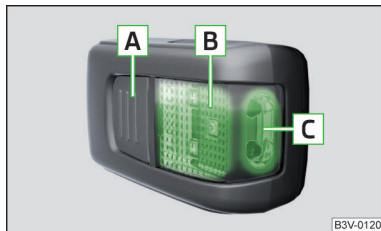

Fig. 116
Descrierea lămpii » fig. 116
- Pentru **aprinderea** lămpii scoase, apăsați butonul **A** » fig. 116. Printr-o nouă apăsare, lampa se **stinge**.
Dacă lampa nu este stinsă și așezată corect în suport, lămpile cu leduri din partea din față a lămpii **C** » fig. 116 se sting automat.